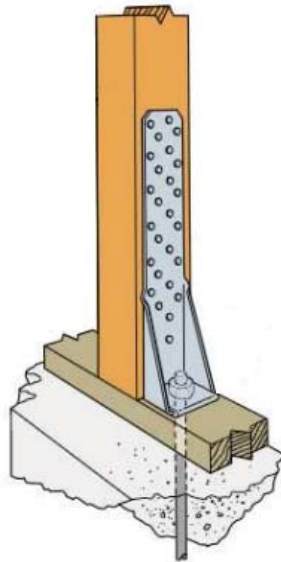

Figura 7.11: Hold-down HTT5 del catálogo de Simpson Strong-Tie
- Los hold-down HTT4, los cuales son muy similares a los presentados en la figura 7.11.
- Los hold-down HTT5, los cuales se presentan en la figura 7.11.